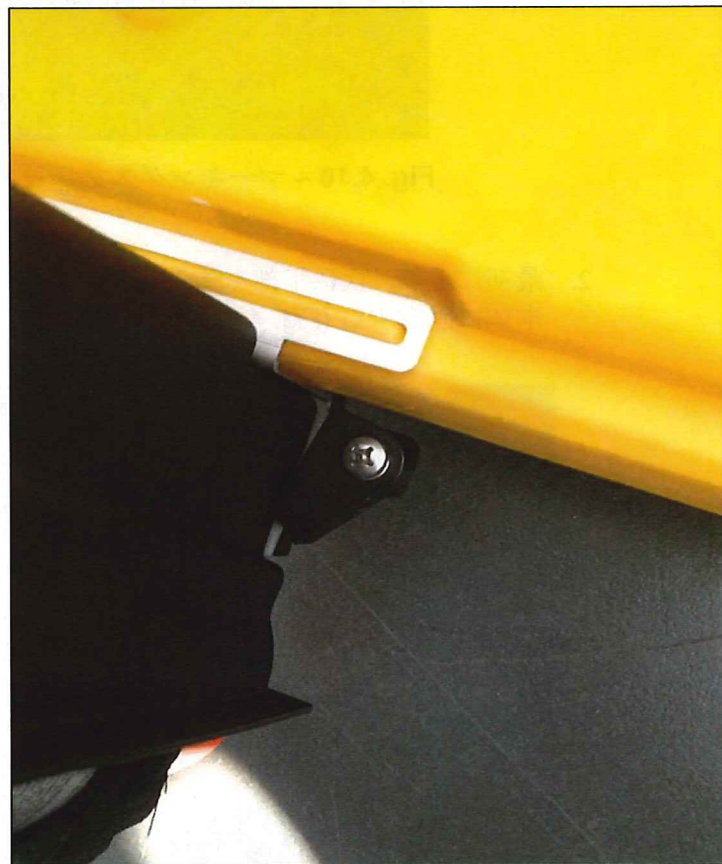

Fig. 4.11 – マーキングスプレーの固定
2. 最初に上部、次に下部を挿入しながら、マーキングスプレーをレーダー本体に固定する (Fig. 4.11);